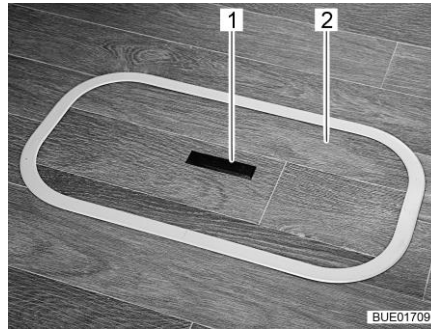
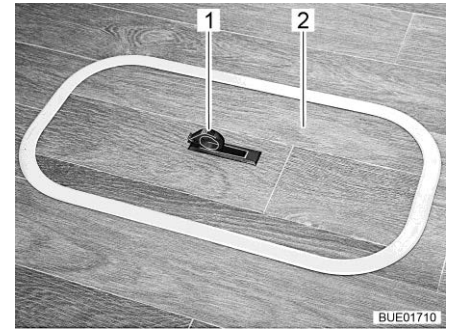

Bild 87 Abdeckung Bodenfach (Griff versenkt)
Bild 88 Abdeckung Bodenfach (Griff herausgeschwenkt)
- Auf einer Seite die Griffplatte (Bild 87,1) nach unten drücken. Der Griff (Bild 88,1) schwenkt nach oben.
- Die Abdeckung (Bild 87,2 bzw. Bild 88,2) nach oben abnehmen.